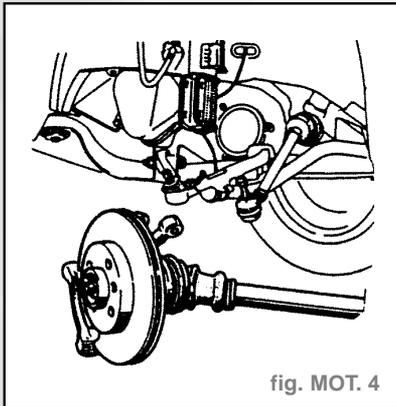

fig. MOT. 4
- l'ensemble moyeu assemblé avec la transmission (fig. MOT. 4).